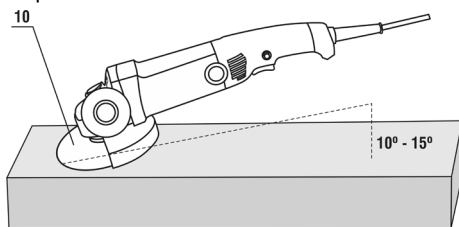

Fig. 10 – Ângulo correto de esmerilhamento
- Segure a máquina em um ângulo de 10° a 15° em relação à superfície a ser trabalhada, conforme Fig. 10. Se o ângulo for menor que o recomendado, será mais difícil de controlar o equipamento, forçando-o demasiadamente. Se o ângulo for maior que o recomendado, a qualidade do trabalho ficará comprometida, com muitos vincos na superfície trabalhada.